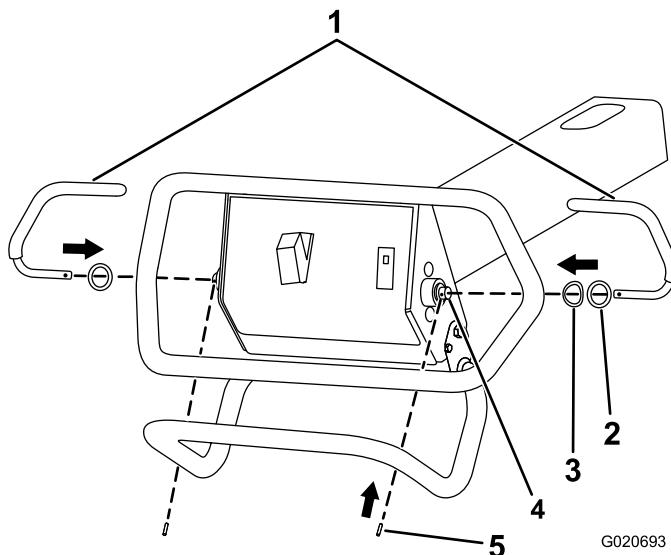

Figura 7
- Introduzca una barra de control en el extremo izquierdo del eje de giro (Figura 7).
2. Alinee el taladro de la barra con el taladro del eje de giro (Figura 7).
3. Introduzca el pasador cilíndrico por los taladros de la barra de control y del eje de giro (Figura 7).
4. Introduzca una barra en el extremo derecho del eje de giro (Figura 7).
5. Alinee el taladro de la barra con el taladro del eje de giro (Figura 7).
6. Introduzca el pasador cilíndrico por los taladros de la barra de control y del eje de giro (Figura 7).